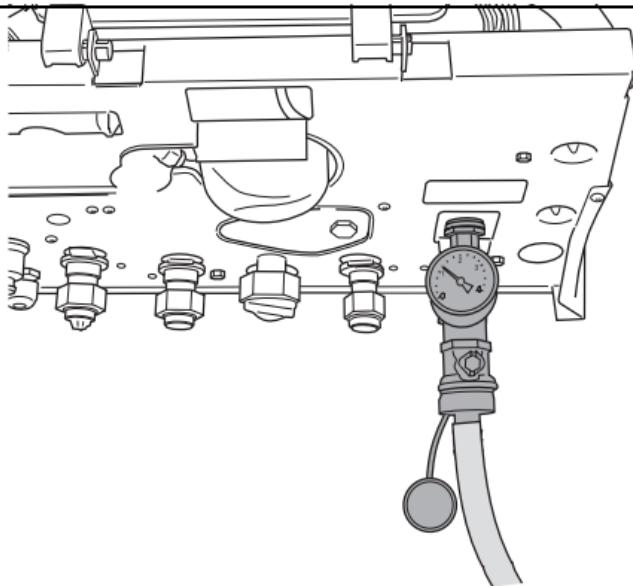

Fig. 8 Svuotamento dell'apparecchio singolo
- Collegare il tubo flessibile al rubinetto di carico dell'apparecchio (fig. 8).